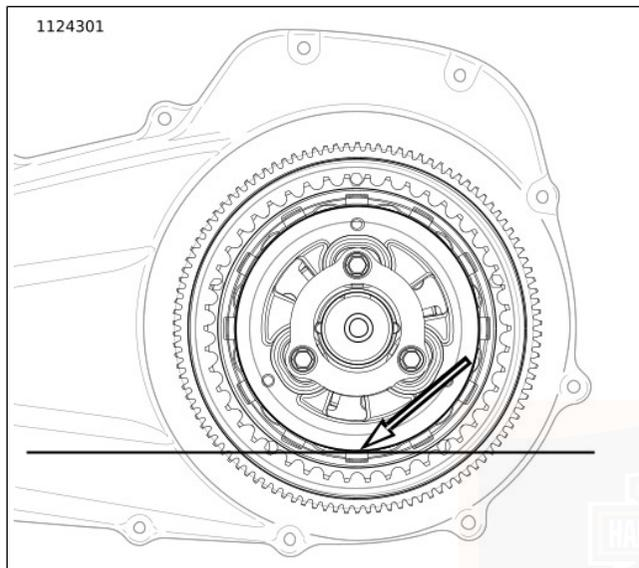

Abbildung 98. Primärer Schmiermittelstand
- b. Siehe Abbildung 98 . Der korrekte Füllstand liegt ca. an der Unterseite des Außendurchmessers der Druckplatte.